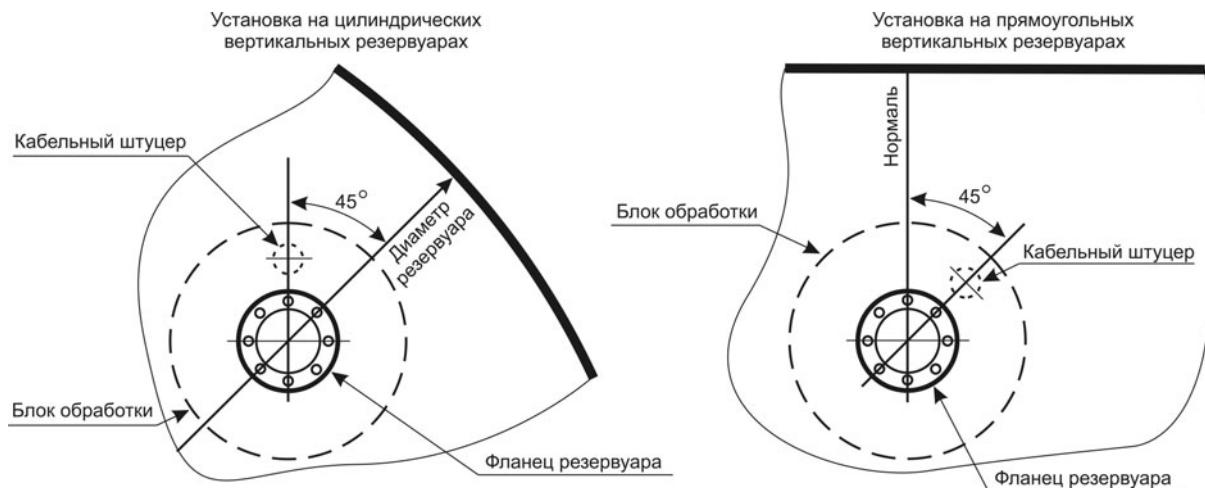

Рисунок 12 – Ориентация прибора по отношению к вертикальной стенке резервуара
– в случае, когда невозможно исключить попадание вертикальной стенки резервуара в конус диаграммы направленности, для уменьшения влияния переотражений необходимо в месте установки сориентировать прибор таким образом, чтобы линия, проходящая через кабельный штуцер и центр прибора, располагалась под углом 45 градусов к диаметру резервуара (для цилиндрических вертикальных резервуаров) или к нормали для плоскости ближайшей стенки (для прямоугольных вертикальных резервуаров), рисунок 12;